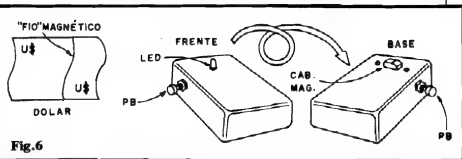

Fig.6
- FIG. 6 - A CAIXA DO TESTA-DOLAR - O "CONTEÚDO" MAGNÉTICO NAS NOTAS (VERDADEIRAS) DE DOLAR - Para facilitar ao máximo o uso do dispositivo, recomendamos que a finalização da caixa seja feita conforme a sugestão da figura: na parte frontal fica apenas o LED indicador, enquanto que numa das laterais, em posição confortável para acionamento pelo polegar do usuário (condicionar o lado para destróis ou canthos) pode ficar o **push-button**. Na parte inferior do container deve ser aberta uma pequena "janela" quadrada ou retangular, para passagem e fixação do cabeçote magnético, que deverá projetar-se para fora, alguns milímetros... A fixação desse componente sensor poderá ser feita pelas suas abas ou "orelhas", com o auxílio de pequenos parafusos, ou ainda com adesivo forte, de **epoxy** ou de **cianoacrilato**... A figura mostra ainda o "conteúdo" magnético das notas de dolar (o diagrama é uma mera estilização, não indicando posição, tamanho e disposição obrigatoriamente reais dessa tarja magnética de segurança... O importante é saber que - nas notas bons - ela está lá...).